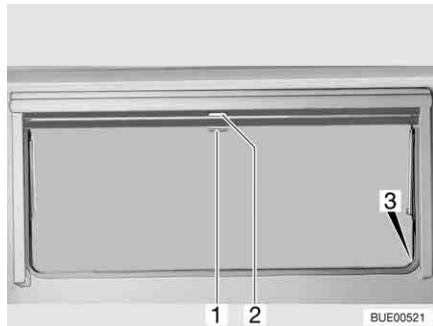

Fig. 21 Finestra apribile
Chiusura: ■ Tirare verso il basso l'oscurante a rullo accompagnandolo con la maniglia (Fig. 21,2). Quando si chiude completamente l'oscurante a rullo esso va agganciato da entrambi i lati al telaio della finestra nell'apposito elemento di fissaggio (Fig. 21,3).
Apertura: ■ Quando l'oscurante a rullo è completamente chiuso: Spingere la maniglia (Fig. 21,2) verso il basso tirandola leggermente verso l'interno. Sganciare l'oscurante a rullo dagli elementi di fissaggio a destra e a sinistra del telaio della finestra.
■ Quando l'oscurante a rullo si trova in posizione intermedia: Tirare la maniglia (Fig. 21,2) leggermente verso il basso finché l'elemento di fissaggio non si è sganciato.
Chiusura: ■ Tirare la maniglia (Fig. 21,1) della zanzariera a rullo verso il basso e agganciarla all'elemento di fissaggio (Fig. 21,3) su entrambi i lati del telaio della finestra.
Apertura: ■ Spingere la maniglia (Fig. 21,1) verso il basso tirandola leggermente verso l'interno. Sganciare la zanzariera a rullo dagli elementi di fissaggio a destra e a sinistra del telaio della finestra.